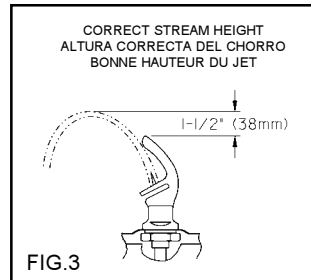

FIG. 3
- 8) Stream height is factory set at 45-50 PSI. If supply pressure varies greatly from this, readjust stream height to approximately 1-1/2" (38mm) above the bubbler guard by turning adjustment screw, accessible by removing front push panel, Item No.7 (see Fig.3 & 4).
- 9) Replace the front panel and secure by retightening four (4) screws.
- 8) La altura del chorro se determina en la fábrica a 45-50 PSI. Si la presión del suministro varía demasiado de este valor, reajuste la altura del chorro a aproximadamente 1-1/2" por encima del protector del borboteador dando vuelta al tornillo de ajuste sacando el panel frontal de empuje, Artículos 7 (vea Fig. 3 y 4).
- 9) Vuelva a colocar el panel frontal y asegúrelo apretando nuevamente los cuatro (4) tornillos.